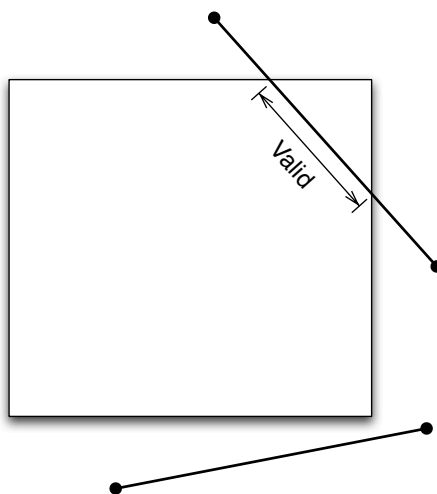

図 7.1 ラインのサンプリング指定で無効なケース
- Line グループで指定された線分は，必要なら計算対象領域内にクリッピングしてから，線分上の両端を含む分割点をモニタ点に定めます．線分が完全に計算対象領域外にある場合には，エラーメッセージを出力してソルバーの実行を停止します．このようなケースは図 7.1 に示すような場合が想定されます．